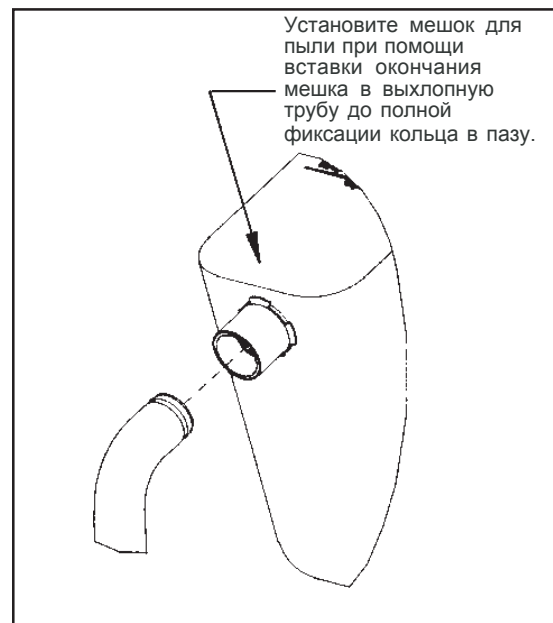

Figure 2
1. Установите мешок для пыли при помощи вставки окончания мешка в выхлопную трубу до полной фиксации кольца в пазу (рисунок 2). Лучший способ это проделать, использовать Вашу ладонь, нажимая на заднюю часть отверстия мешка.